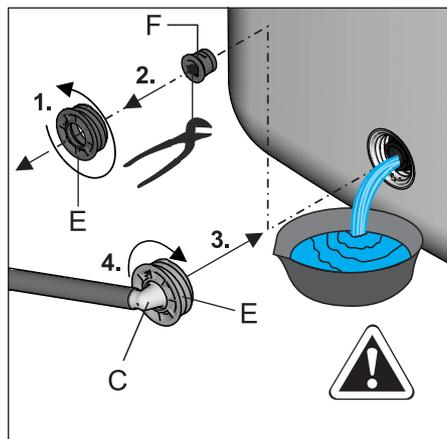

Fig. 6-3 Enroscar a peça de ligação pré-montada na ligação de enchimento e esvaziamento
- Desenroscar da ligação de enchimento e esvaziamento a peça de ligação (Fig. 6-3, pos. E) e retirar o tampão de fecho (Fig. 6-3, pos. F) e **enroscar imediatamente** a peça de ligação da mangueira pré-montada (Fig. 6-1, pos. C) na ligação de enchimento e esvaziamento (Fig. 6-3).